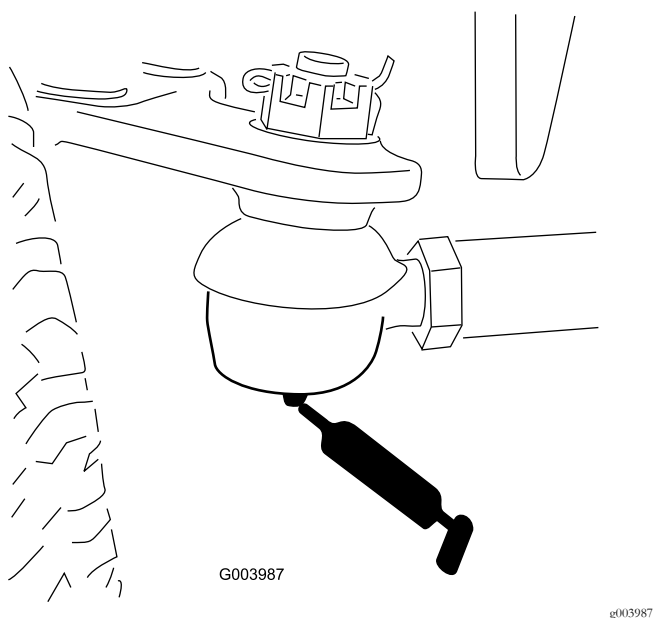

Bild 33
- Spurstange der Hinterachse (2)—Bild 33